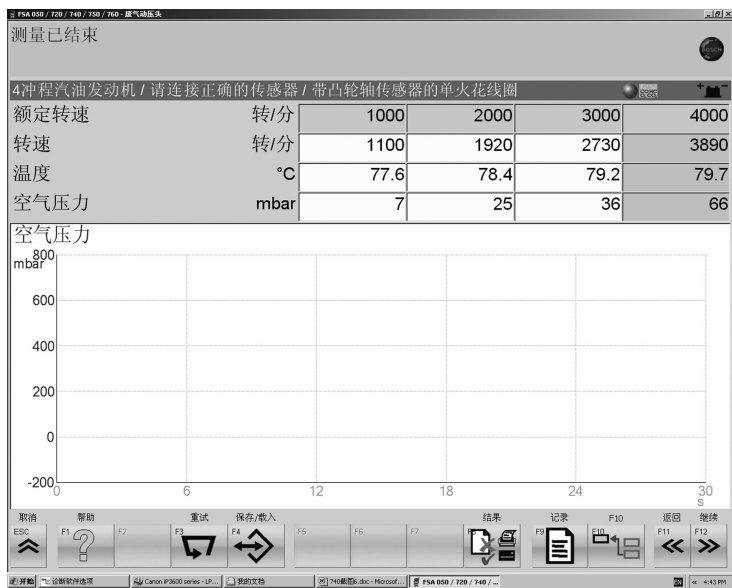

图 1-95 排气管轻微阻塞的测试结果
3. 发动机尾气排放检测方法。如图 1-95 所示为排气管轻微阻塞的测试结果。